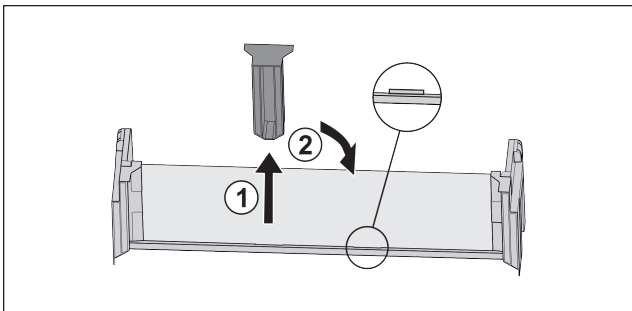

Fig. 54 *
- ▶ Изтеглете средната задържаща част Fig. 54 (1)*
- ▶ Вкарайте средната задържаща част на втората позиция Fig. 54 (2)*